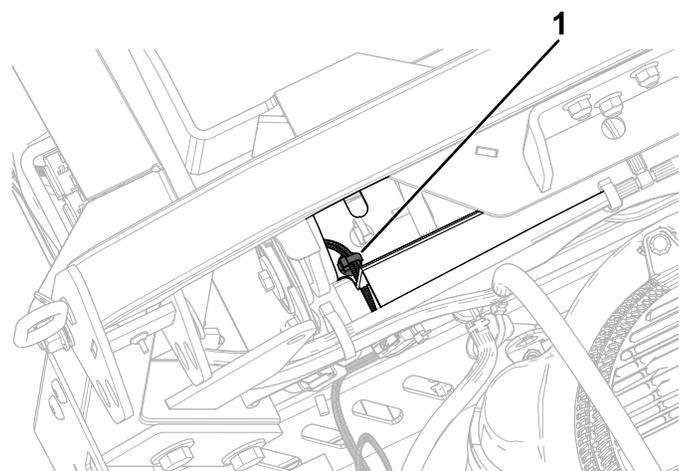

Figura 15
3. Montate il secondo dispositivo di fissaggio a pressione nella staffa posteriore del serbatoio del carburante (Figura 15).